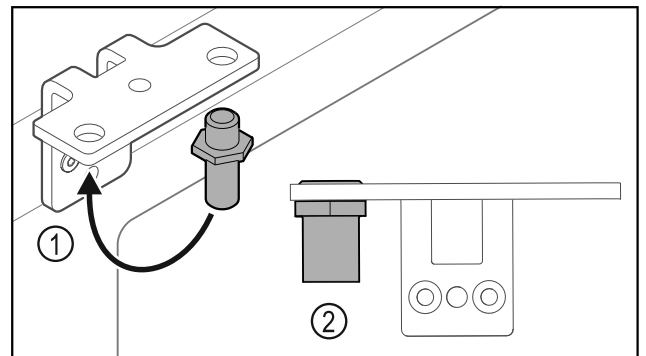

Fig. 27
- ▶ Cambiar la posición del perno Fig. 27 (1) en la escuadra de bisagra.
- ▶ Apretar el perno Fig. 27 (2) con un **par de 12 Nm**.